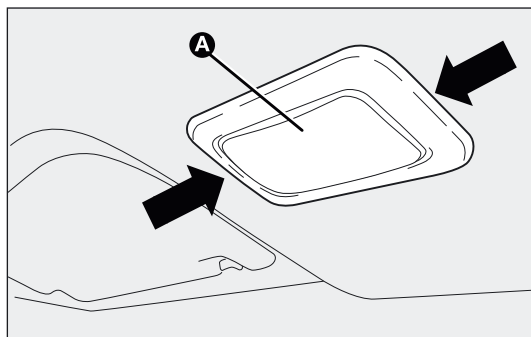

fig. 163
- ☐ verwijder het lampenglas A-fig. 163 op de door de pijlen aangegeven punten;